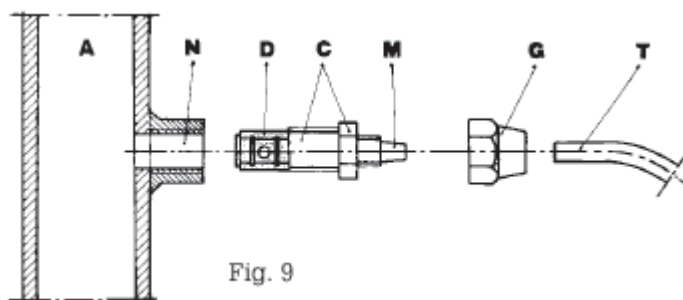

Fig. 9
g. – Seleccione el punto de inyección más apropiado en la tubería de la instalación a tratar y coloque un empalme de 3/8 " gas hembra. Este empalme no viene con la bomba. Enrosque la válvula de inyección en el empalme con la junta de impermeabilización de Teflón Fig.9. Conecte el tubo de la junta cónica de la válvula de inyección y asegúrelo con la abrazadera G correspondiente. La válvula de inyección es también una válvula estática.
3.1 –ESQUEMA DE MONTAJE DE LA VÁLVULA DE INYECCIÓN Fig. 9